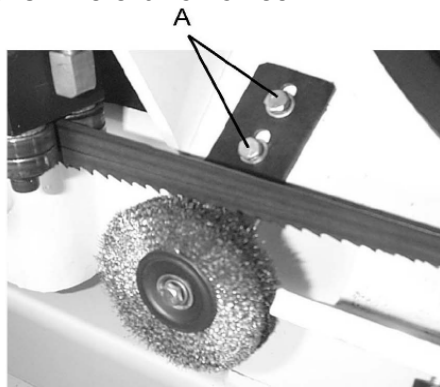

Рис.20
3. Ослабьте болты (А, Рис. 20).
5. Затяните болты (А, Рис. 20).